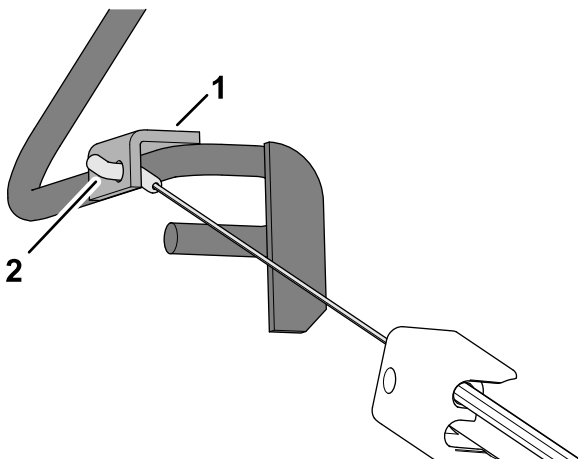

Figura 11
3. Inserite il raccordo del cavo attraverso il foro nella staffa della stegola di presenza dell'operatore come illustrato nella **Figura 11**.